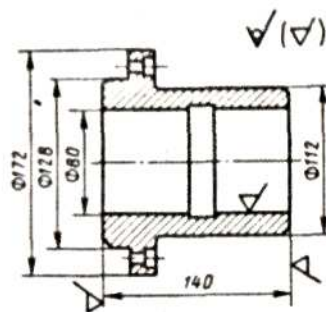

Рис. 8
2.По эскизу детали (рис. 8) разработайте эскизы элементов литейной формы, модельных плит, стержневого ящика и собранной литниковой формы (в разрезе).